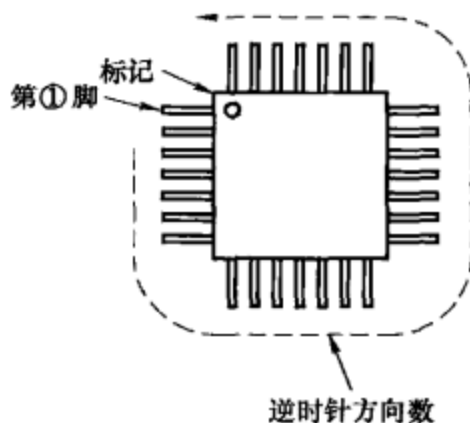

图 7-18
四列扁平式集成电路的引脚如图 7-18 所示，其定位标记一般为色点、凹坑、小孔、特形引脚或短脚等。识别时面对集成电路印有商标的正面，并使其定位标记位于左上角，从定位标记开始按逆时针方向依次为①、②、③……脚。